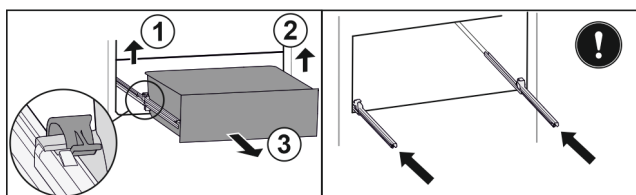

Fig. 27*
- ▶ Zvedněte levou svorku a současně vytáhněte zásuvku vlevo dopředu Fig. 27 (1).*
- ▶ Zvedněte pravou svorku a současně vytáhněte zásuvku vpravo dopředu Fig. 27 (2).*
- ▶ Zásuvku odeberte směrem dopředu Fig. 27 (3).*